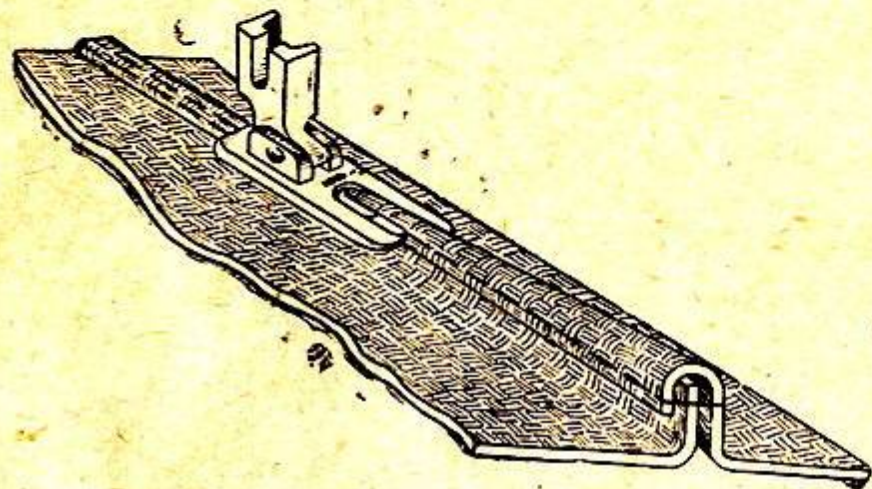

Рис. 33.
4. Заправляют ткань вторично в запошиватель, который производит вторую подшивку (рис. 33).